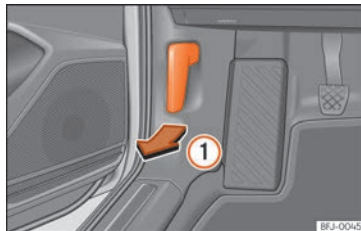

Fig. 238 Alavanca de desbloqueio no espaço para a zona dos pés do condutor.
- Abra a porta e puxe pelo manípulo que existe debaixo do painel de instrumentos » Fig. 238 ①.